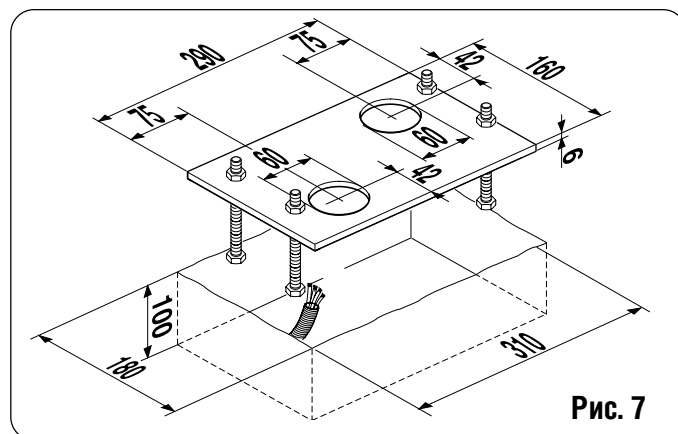

Рис. 7
3) Подготовьте постамент для основания так, как показано на рис. 7, и укрепите пластину основания, снабдив одним или более кожухом для проводки электрических кабелей. Используя строительный уровень, проверьте, чтобы плита была выставлена ровно. Подождите, пока не схватится цемент.